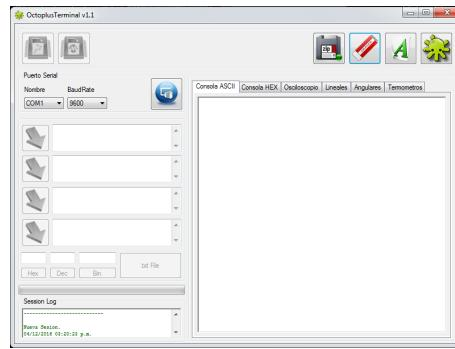

Figura 43: Panel principal de *Octoplus*.
- **Paso 3:** A continuación se presenta una pantalla similar a la Figura 43
- **Paso 6:** Al realizar la depuración, el usuario debe seleccionar el botón *Abrir/Cerrar puerto COM*, el cual se encuentra sobre la derecha del menú desplegable *BaudRate*, como lo ilustra la Figura 43.